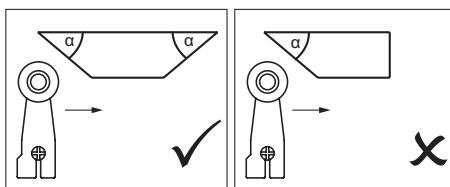

Bild 1: Nockenform
- Um ein Prellen des Betätigungs elements zu verhindern muss der Nocken allmählich auslaufen (siehe Bild 1).